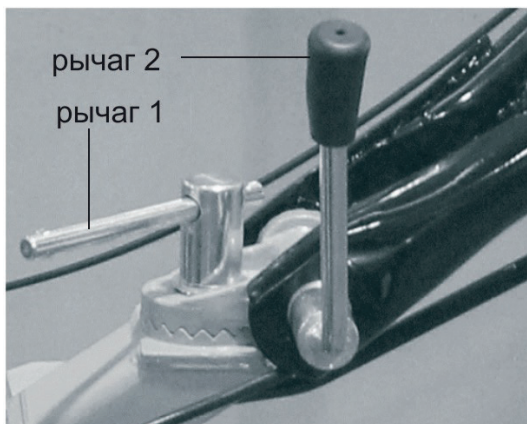

Рис. 4
2. Установите и закрепите на рулевую колонку руль. (см. рис. 4) Рычагом 1 фиксируется поворот руля по горизонтали, рычагом 2 положение руля по высоте.